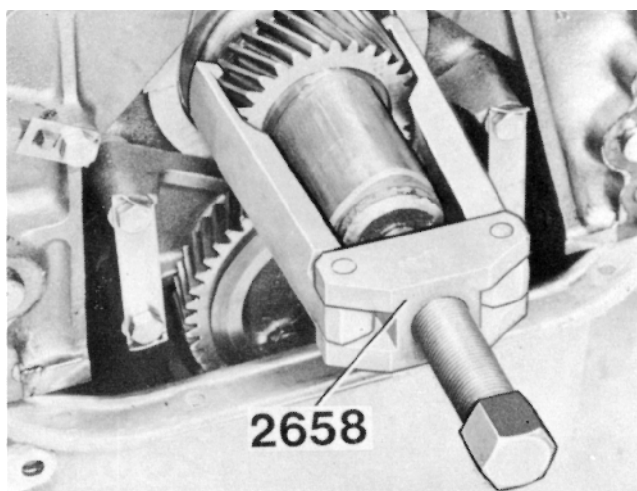

Fig. 71. Demontering av vevaxeldrev
8. Dra bort vevaxeldrevet med avdragare 2658 (fig. 71).